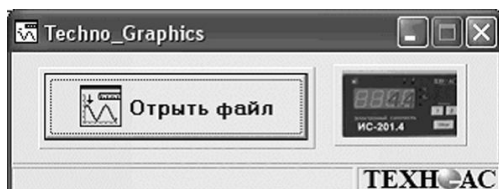

Рис.10
8.1 Запустить программу «TechnoGraphics» (TG). Открыть файл «Techno Graphic.exe». После чего появится диалоговое окно (рис. 10)